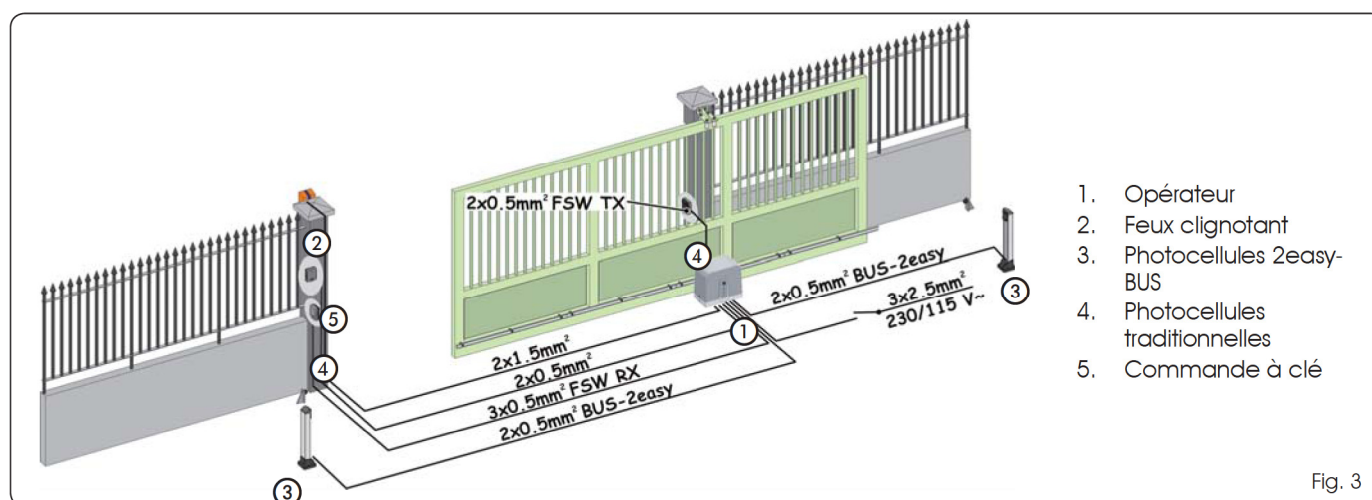

Fig. 3
4. Prédisposer les câbles électriques pour la connexion aux accessoires et l'alimentation électrique d'après la Fig. 3.